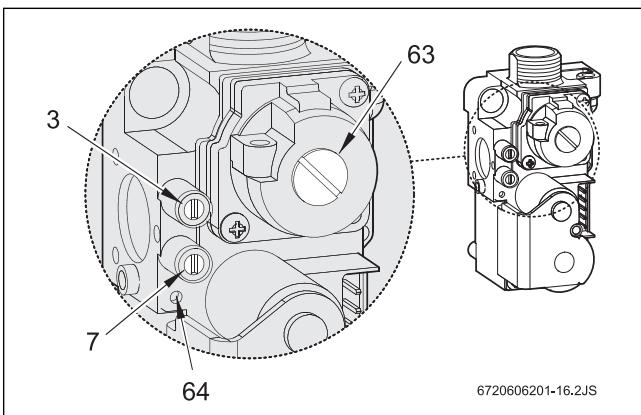

Fig. 52 Cuerpo de gas
- Desmontar la cubierta del tornillo de ajuste del gas (63) (Fig. 52).